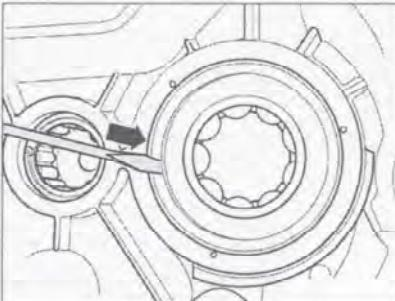

Рис. 7.230. Извлечение переднего подшипника первичного вала.
3. Вставьте отвертку в защитную пластину и рычажным движением снимите ее (рис. 7.230).